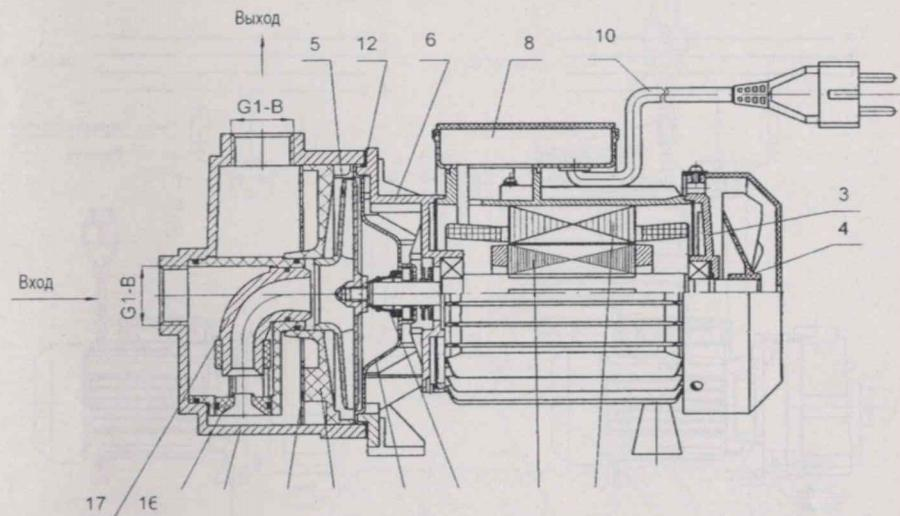

Рис. 1
5.1 Электронасос (рис.1), состоит из электродвигателя, центробежного и струйного насосов.
5.8 Конструкция электронасоса может незначительно отличаться от изображенной на рис.1, что связано с дальнейшим техническим усовершенствованием электронасоса.
6.8 Не допускается работа электронасоса без заливки водой, так как в этом случае может выйти из строя торцевое уплотнение 7 (рис. 1).